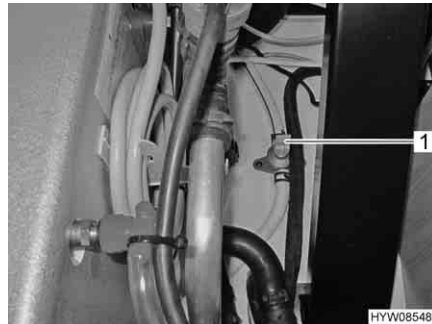

Fig. 97 Rubinetto di scarico
- Chiudere il rubinetto di scarico. A questo scopo posizionare orizzontalmente la leva a bilanciere (Fig. 97,1).
- Aprire il rubinetto di scarico (Fig. 97). A questo scopo posizionare verticalmente la leva a bilanciere (Fig. 97,1).